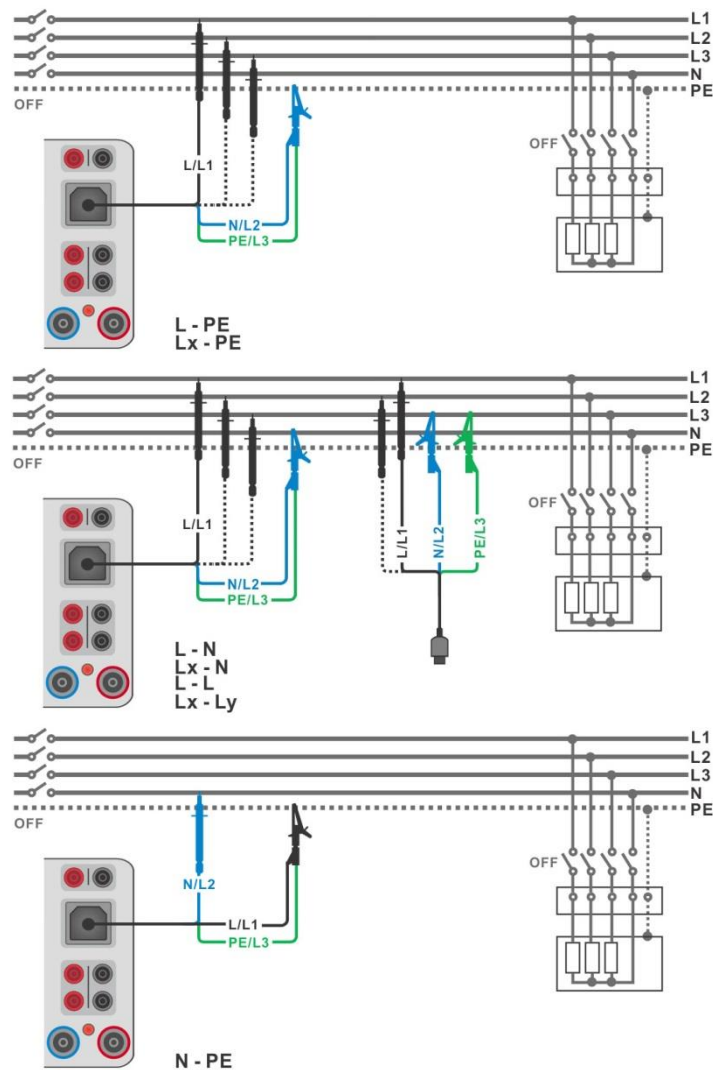

Abbildung 6.32: Anschluss mit 3-Leiter Prüfadapter
- › Schließen Sie den 3-Leiter Prüfadapter am Prüfling an. (Siehe **Abbildung 6.32**).